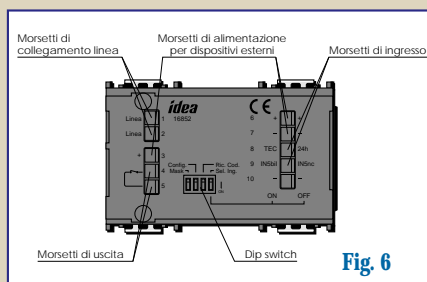

Fig. 6
- dip switches o microinterruttori di selezione delle opzioni (Fig. 6).